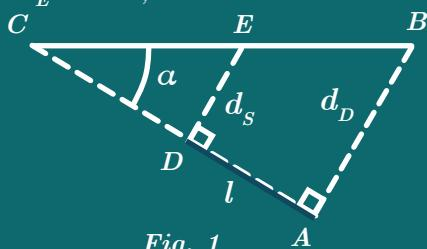

Fig. 1
- automatizarea poziționării (Fig. 1)